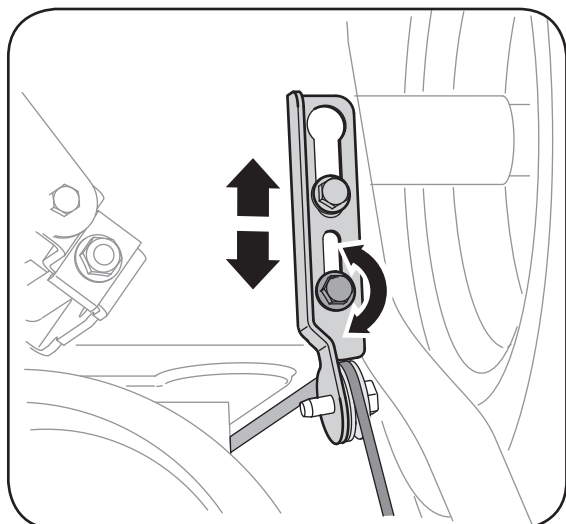

Figure 4-2
- Pour ajuster à nouveau le câble de commande, desserrez le contre-écrou à six pans supérieur du support de la commande de la tarrière. Voir la Figure 4-2.